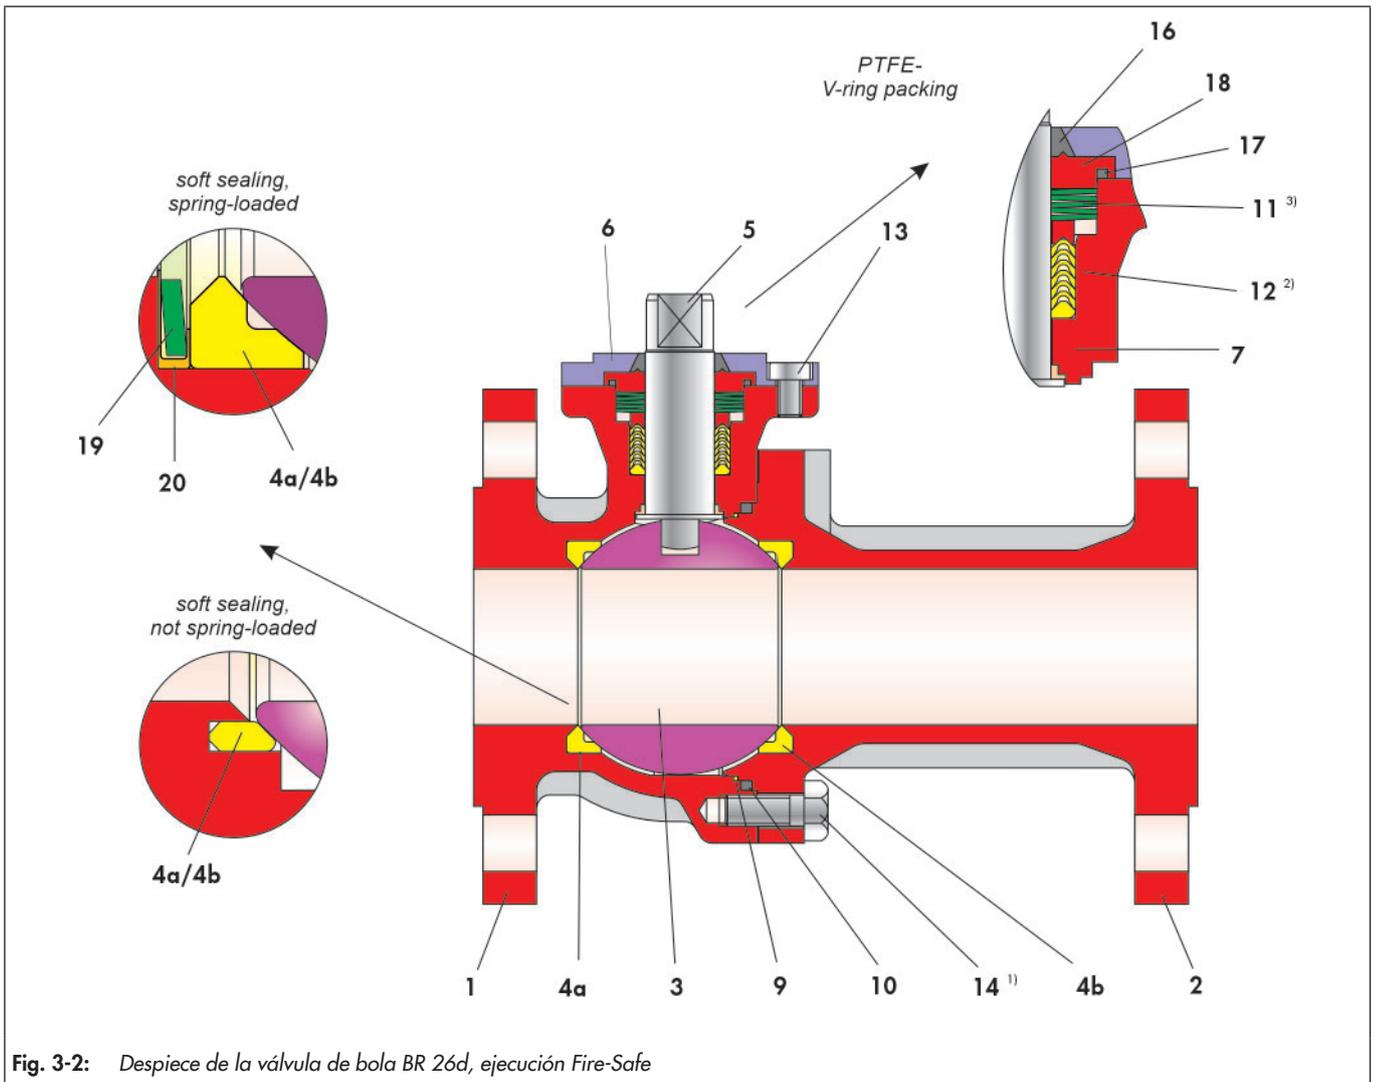

Fig. 3-2: Despiece de la válvula de bola BR 26d, ejecución Fire-Safe
- ⇒ Empujar la empaquetadura de anillos en V (12) por el eje (5) montado mediante un ligero movimiento rotativo y colocarla en el alojamiento de la empaquetadura del cuerpo principal (1). Tener en cuenta la Fig. 3-2 y la Tabla 3-5 para el orden de colocación y la cantidad de los anillos en V.
- ⇒ Colocar el conjunto de arandelas de presión (11) encima de la empaquetadura (12). Tener en cuenta la Fig. 3-2, la Tabla 3-5 y la Tabla 3-6 para el orden de colocación y la cantidad de arandelas de presión.
- ⇒ Introducir el anillo de carbón grafito (17) en el casquillo (18).
- ⇒ Empujar el casquillo (18) con el anillo de carbón grafito (17) por el eje (5), hasta que apoyen sobre las arandelas de presión (11).
- ⇒ Empujar cuidadosamente el anillo de carbón grafito (16) por el eje (5) hasta el casquillo (18).
- ⇒ Colocar la brida del prensaestopas (6) por el eje (5) encima del cuerpo principal (1).
- ⇒ Engrasar ligeramente los tornillos (13).
- ⇒ Centrar la brida del prensaestopas (6) con ayuda de los tornillos (13) y apretar los tornillos uniformemente.